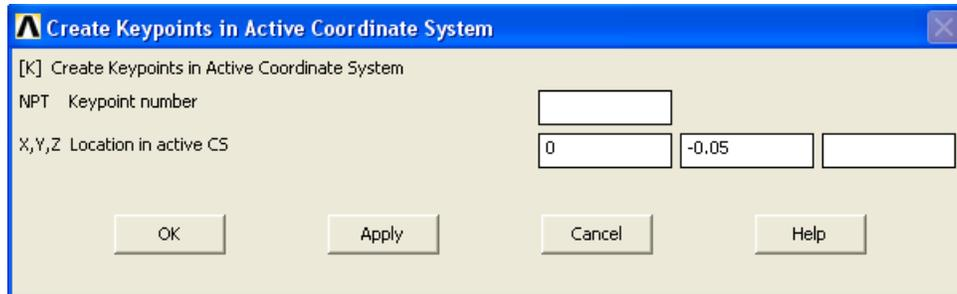

Рисунок 4. Создание 1-ой ключевой точки
- 1-я ключевая точка имеет координаты $(0;-0.05)$ (Рисунок 4).